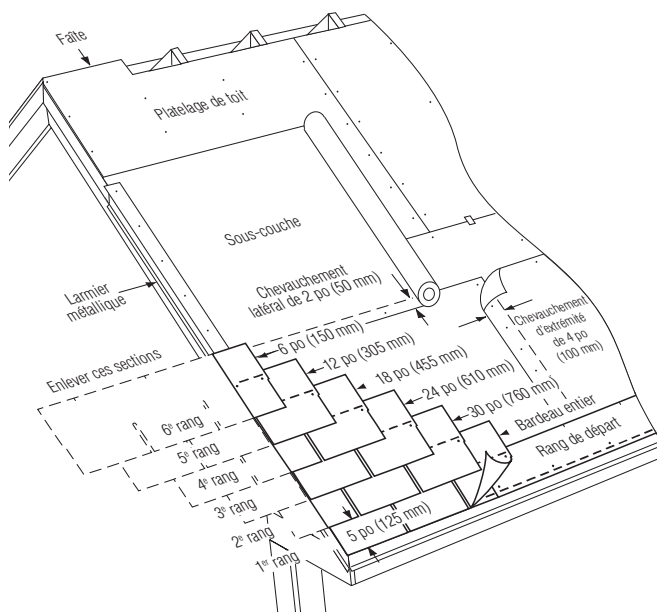

Figure 10-8 : Pose des six premières rangées sur une pente standard.
1ÈRE RANGÉE : Posez un bardeau entier sur le coin inférieur gauche du toit. Alignez les languettes sur les bords de la rangée de départ. De cette façon, le scellant de la bande de départ adhèrera aux languettes de la première rangée et les empêchera de se soulever par grand vent (Figure 10-8).
1. Coupez 6 po du côté gauche d'un bardeau et posez la pièce de 30 po restante par-dessus et au-dessus du bardeau de la première rangée, en l'alignant avec le bord gauche de la rangée de départ. Laissez les languettes de 5 po du bardeau de la première rangée exposées (Figure 10-8).
2. Coupez 12 po du premier bardeau du troisième rangée, 18 po du premier bardeau de la quatrième rangée, 24 po du premier bardeau de la cinquième rangée et 30 po du premier bardeau de la sixième rangée. Posez chaque bardeau en alignant son côté gauche avec la rangée précédente (Figure 10-8).